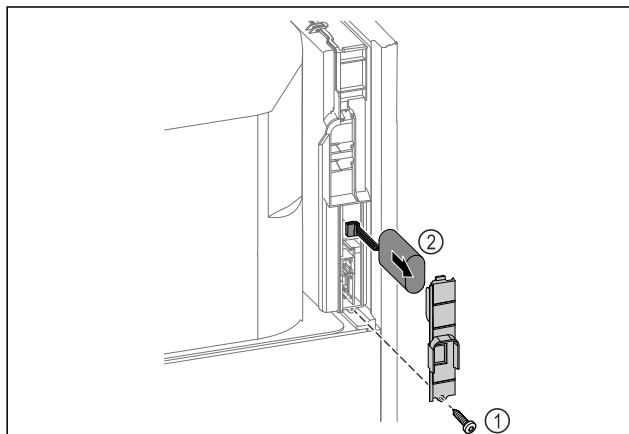

Fig. 254
► Dévisser la vis et retirer le couvercle situé à l'arrière de l'appareil Fig. 254 (1).
► Débrancher et retirer la batterie Fig. 254 (2).